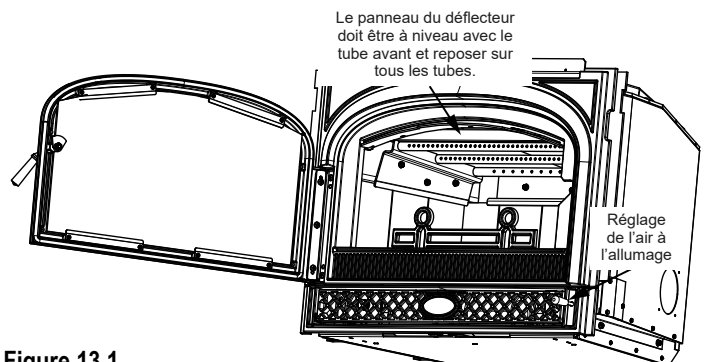

Figure 13.1
1. Veillez à ce que le déflecteur et la laine céramique sont correctement placés. Ils doivent être à égalité du tube avant et reposer sur tous les tubes (**Figure 13.1 et 13.2**).